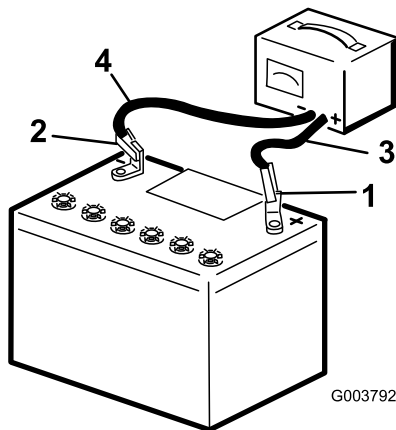

Bild 38
2. Laden Sie die Batterie mit drei bis vier Ampere für vier bis acht Stunden auf (Bild 38). Überladen Sie die Batterie nicht.
3. Wenn die Batterie voll geladen ist, ziehen Sie den Stecker des Ladegeräts aus der Dose. Klemmen Sie dann die Klemmen des Ladegeräts von den Batteriepolen ab (Bild 38).